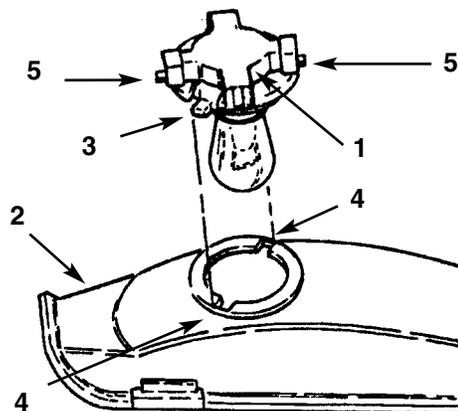

Figure 17
3. Tourner le porte-ampoule d' $1/4$  de tour dans le sens horaire et le déposer du réflecteur (Fig. 17).
2. Le porte-ampoule est muni de deux languettes (Fig. 17). Aligner les deux languettes avec les encoches du réflecteur, installer le porte-ampoule dans le réflecteur et lui donner  $1/4$  de tour dans le sens horaire jusqu'à ce qu'il s'arrête.